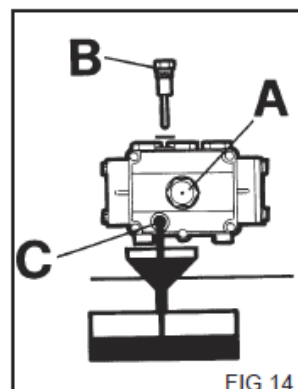

FIG.14
- 2) Odkręć nakrętkę za pomocą bagnetu (rys. 14).